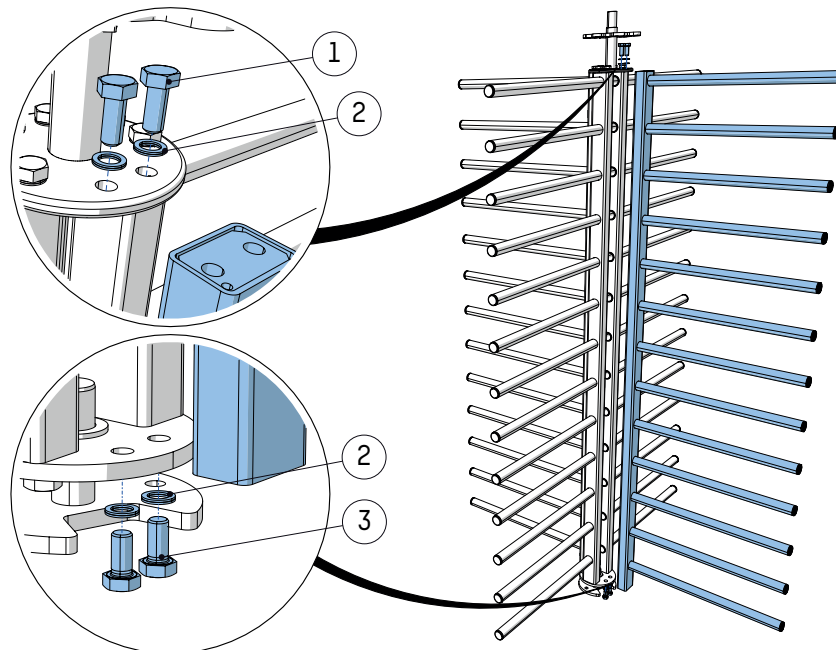

Fig. 25
- Placera den roterande hindret mellan den övre flänsen och den nedre plattan. (Fig. 25)
- Placera de sexkantiga flänsbultarna (1) (DIN 6921) M12x30 förbelagda och Nord-Lock M12 brickor (2), som ska användas som ett par, utan att separera dem, på de övre fästhålén på mobilkammen (och dra åt dem så att de precis kommer i kontakt med varandra).
- Placera de sexkantiga flänsbultarna (3) (DIN 6921) M12x25 förbelagda och Nord-Lock M12 brickor (2), som ska användas som ett par, utan att separera dem, på de nedre fästhålén på mobilkammen (och dra åt dem så att de precis kommer i kontakt med varandra).